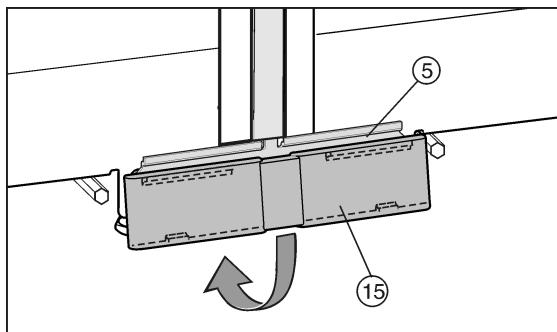

Fig. 28
- Coloque la cubierta *Fig. 28 (15)* inferior desde arriba sobre la chapa de unión *Fig. 28 (5)* y encájela en la parte inferior.